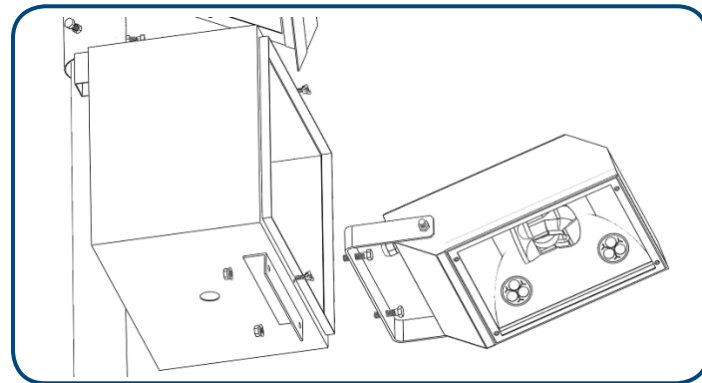

Figura 29. Montaje de lámpara en poste sin brazo.
7.2.1 Montar la lámpara alineando los dos orificios de la oreja con los orificios del ángulo, posteriormente fijar con tornillos y tuercas (Ver Figura 29).